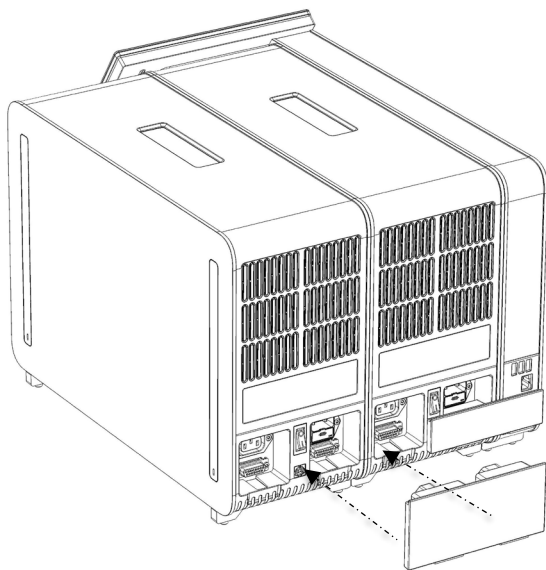

図 18. 分析/分析モジュールブリッジを接続。
6. QIAstat-Dx Analyzer 1.0 の背面に分析/分析モジュールブリッジを接続して、2 個の分析モジュールを一緒に接続します (図 18)。